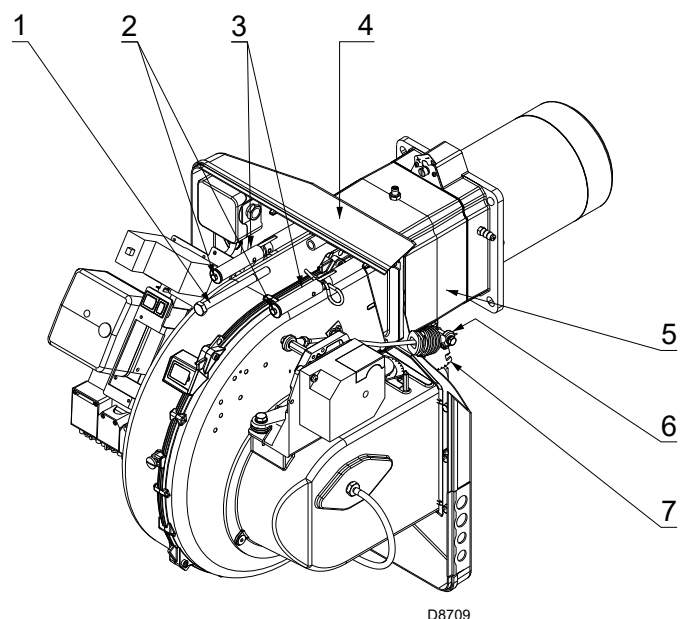

Fig. 15
Finalizada la regulación del cabezal de combustión (Fig. 15):
- volver a montar el quemador 4) en las guías 3) aproximadamente a 100 mm del manguito 5) - quemador en la posición ilustrada en la Fig. 15;
- conectar el cable de la sonda y el cable del electrodo y luego deslizar el quemador hasta el manguito, quemador en la posición ilustrada en la Fig. 15;